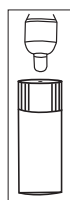

figura 3B
3. Coloque suavemente la punta de la sonda cerca del agujero pequeño, como se muestra en la figura 3B hasta que se genere una alarma audible. Esta será una indicación de que la unidad está funcionando correctamente. Volver a sellar el vial con la tapa de vinilo eliminado previamente y volver al caso.